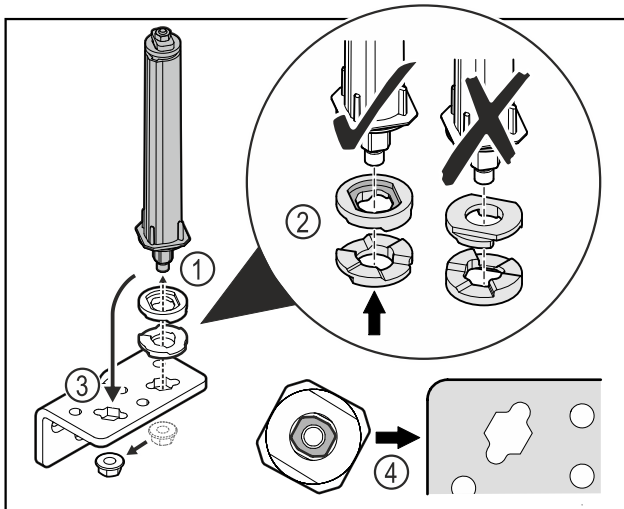

Fig. 26
- ▶ Mutter lösen und Türschließsystem entfernen Fig. 26 (1).
- ▶ Auf die korrekte Ausrichtung der Höhenverstellscheiben achten Fig. 26 (2).
- ▶ Türschließsystem im Scharnierwinkel umsetzen und mit der Mutter fixieren Fig. 26 (3).
- ▶ Beim Einsetzen auf die korrekte Ausrichtung des Türschließsystems achten Fig. 26 (4).